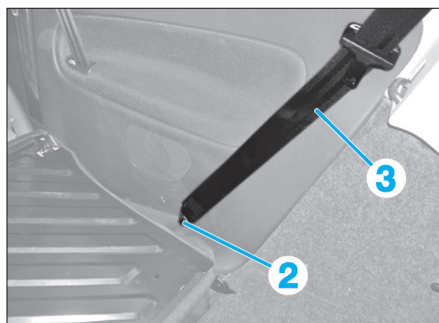

Fig. 26
- la vis (2) (Fig.26).
- Dégager la ceinture de sécurité (3).